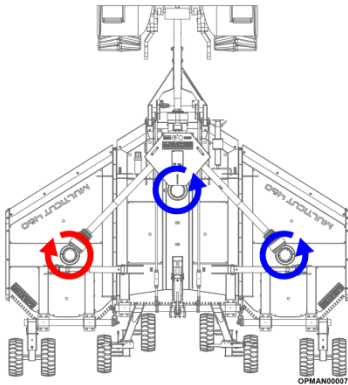

Abbildung 1.8
Um einen gleichmäßigen und qualitativ hochwertigen Schnitt- und Durchfluss des Materials durch die Maschine zu gewährleisten, verfügen die Multicut-Kreiselmäher über links- und rechtsdrehende Rotoren, die wiederum mit linksseitigen (L) und rechtsseitigen (R) Messern ausgestattet sind. Die Drehrichtung der einzelnen Rotoren ist in Abbildung 1.8 für die Multicut 460/460 Proline und Abbildung 1.9 für die Multicut 620/820 angegeben.